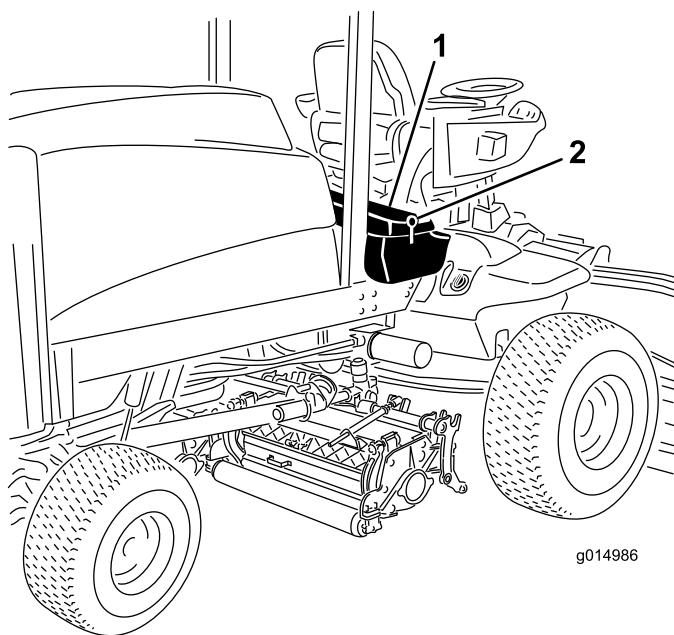

Figura 63
1. Sbloccate e sollevate il pannello comandi dell'operatore (Figura 63).